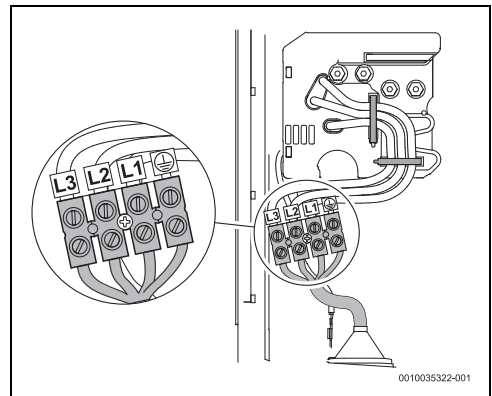

Fig. 41 Raccord inférieur
- Raccordement inférieur (fig. 41)